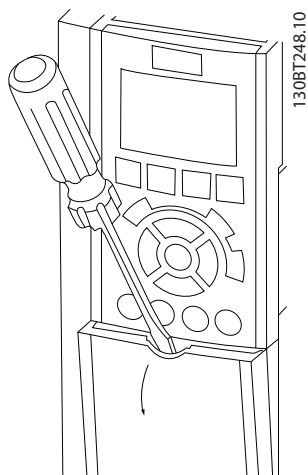
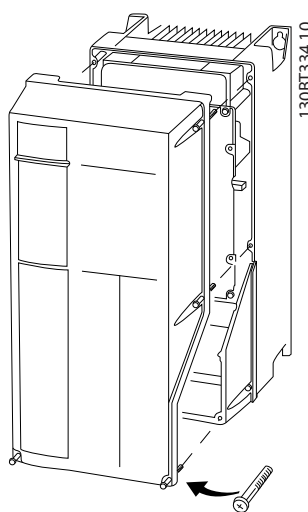

図 4.3 IP20 と IP21 エンクロージャーの配線アクセス
図 4.4 IP55 と IP66 エンクロージャーの配線アクセス
- スクリュードライバーでカバーを取り外します(図 4.3を参照)。または、あるいは、ネジを緩めてカバーを取り外します(図 4.4を参照)。